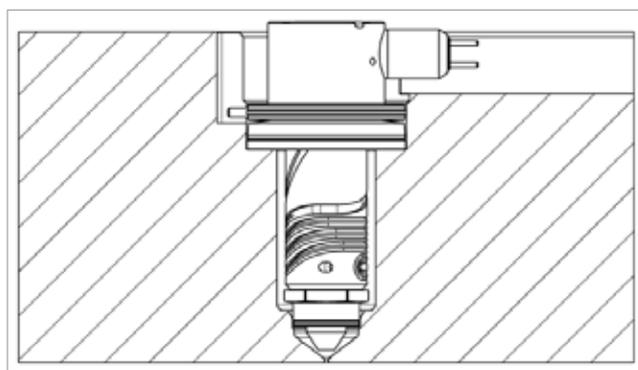

Figura 5-11 Ugello ThinPAK nel foro
5. Verificare che l'ugello poggi saldamente nel foro. Vedere la Figura 5-11.